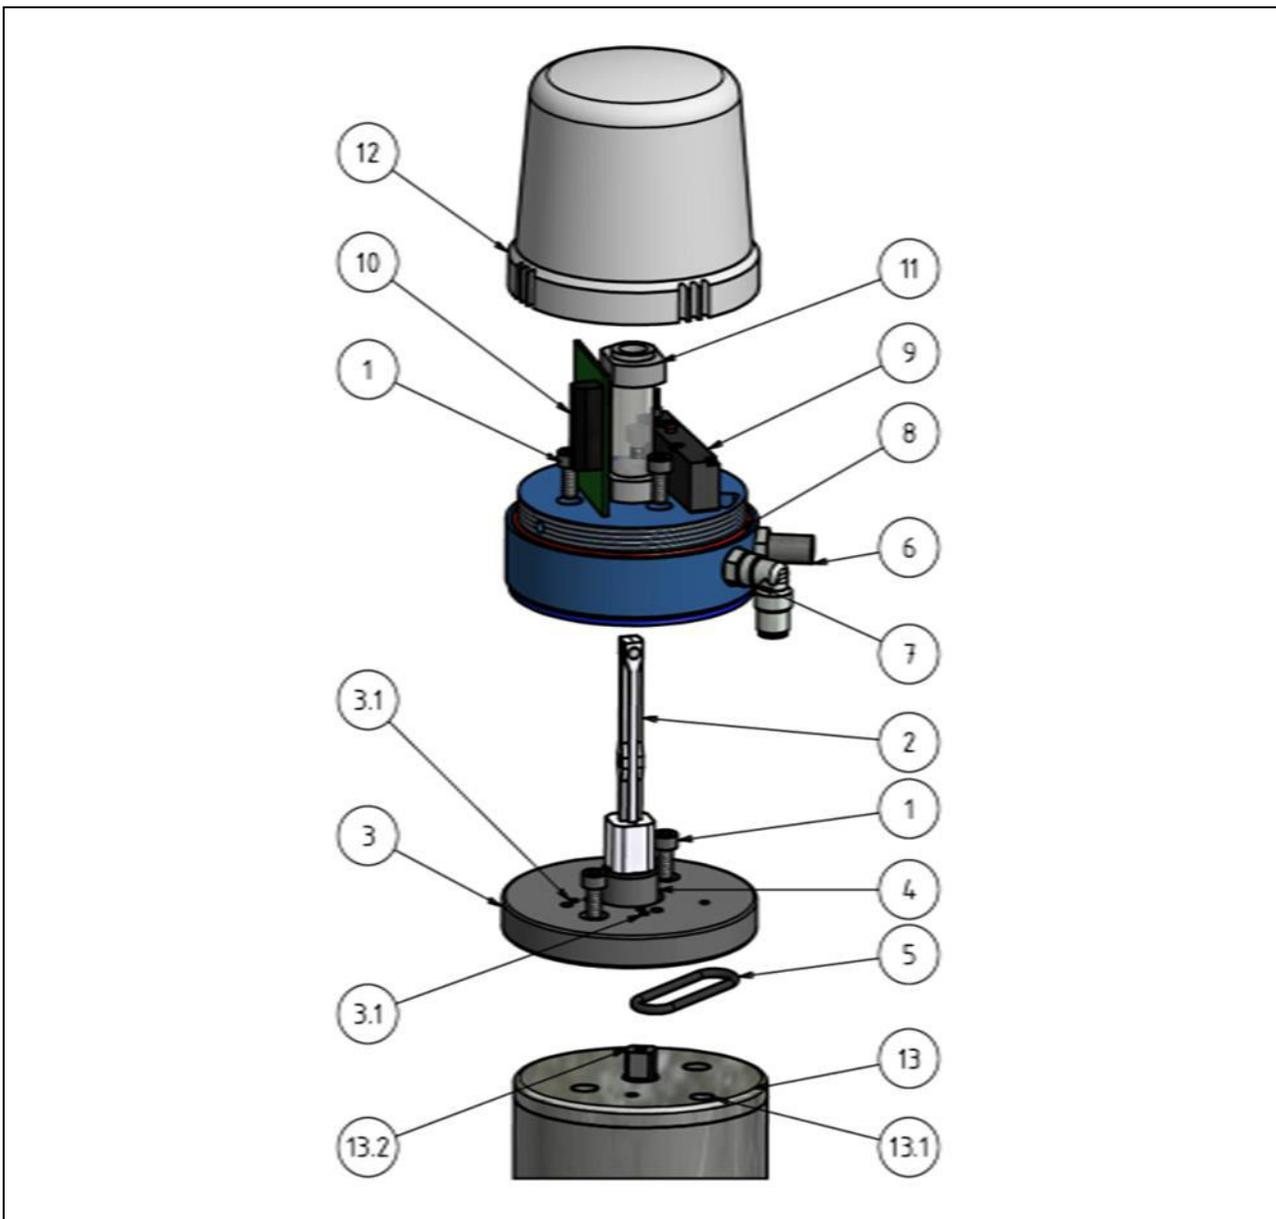

Abb. 4-2: Montage auf Antrieb VMove
- Schrauben Sie die Adapterplatte (Abb. 4-2, Pos. 3) mit der Zylinderschraube (Pos. 1) am Antrieb fest.
- **HINWEIS** Die Magnete (Pos. 2.1) der Magnetansteuerung (Abb. 4-2, Pos. 2) müssen mit den Markierungen (Pos. 3.1) auf der Adapterplatte (Abb. 4-2, Pos. 3) übereinstimmen. Stecken Sie die Magnetansteuerung (Abb. 4-2, Pos. 2) auf den Adaptervierkant (Abb. 4-2, Pos. 4).
- Schrauben Sie den Steuerkopf mit den Zylinderschrauben (Pos. 1) auf der Adapterplatte (Abb. 4-2, Pos. 3) fest.
- Schrauben Sie die Kappe ab (Abb. 4-2, Pos. 12).